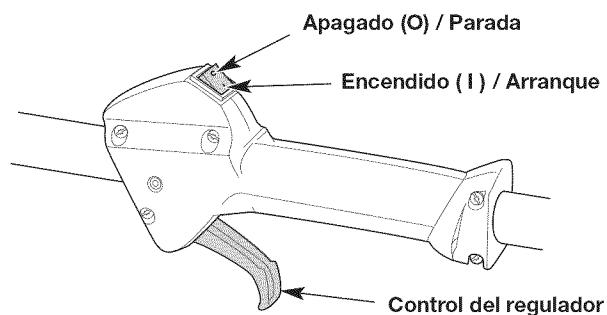

Fig. 6
NOTA: No hay necesidad de encender la unidad. El interruptor de Encendido/Apagado debe estar en la posición ENCENDIDO (I) en todo momento (Fig. 6).
6. **NO** oprima el control del regulador (Fig. 6). Tire de la cuerda con movimiento controlado y firme hasta que la unidad arranque (Fig. 9).
2. Oprima y no suelte el interruptor de control de Encendido y Apagado en la posición APAGADO (O) hasta que el motor se detenga por completo (Fig. 6).
- NOTA:** No hay necesidad de encender la unidad. El interruptor de Encendido/Apagado debe estar en la posición ENCENDIDO (I) en todo momento (Fig. 6).
6. **NO** oprima el control del regulador (Fig. 6). Coloque el accesorio Speed Start™ en el puerto Speed Start™ (Fig. 20). Consulte la sección *Operación* del manual del operador del accesorio Speed Start™.